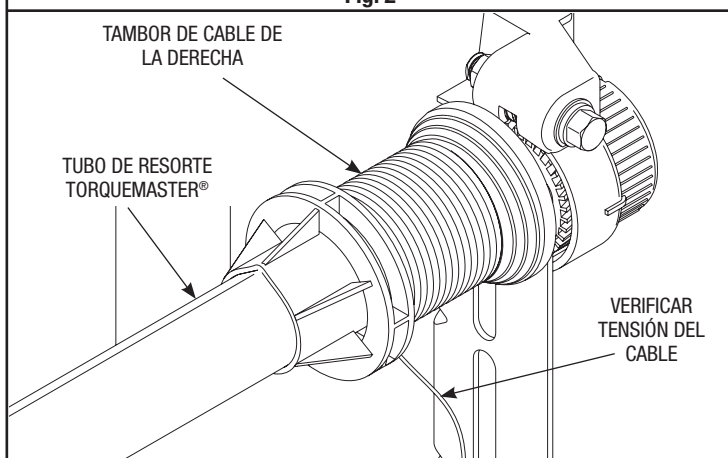

Fig. 3
Paso 3: Verifique que la tensión del resorte ha sido liberada tirando (en dirección opuesta al cabecero) del cable de contrapeso del tambor de cable del lado derecho (Fig. 3). Si se ha liberado la tensión del cable, el cable estará suelto. Asimismo, el tubo del resorte TorqueMaster® quedará libre para girar en cualquier dirección.